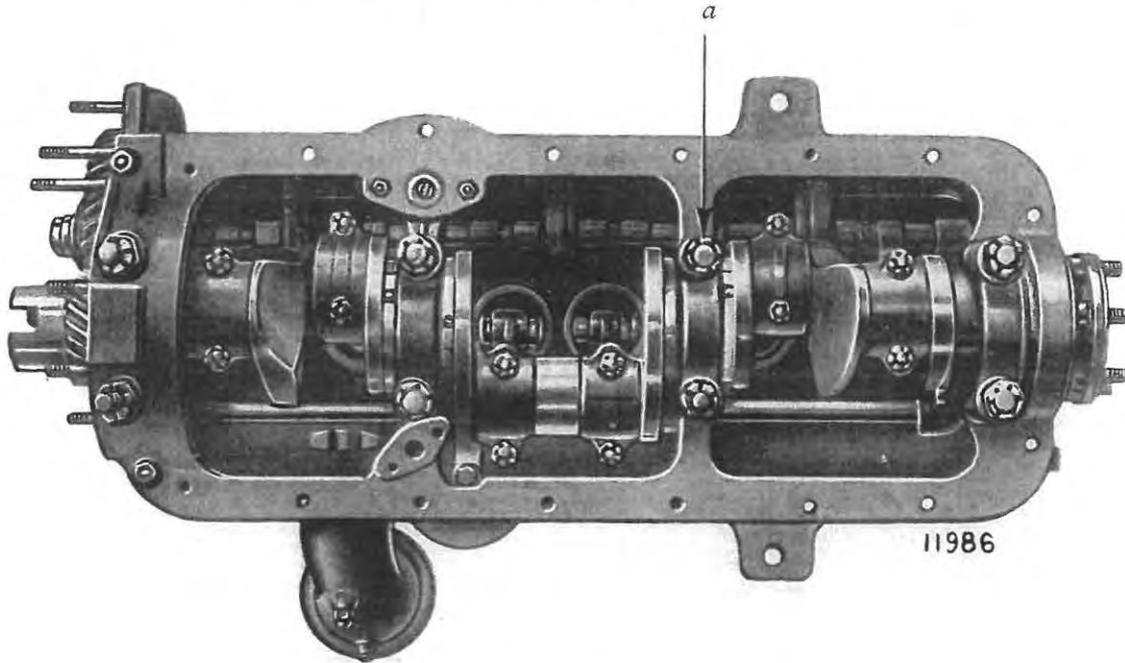

Fig. 23. — Démontage du vilebrequin.
11. **Enlever le vilebrequin (Fig. 23 et 24).**